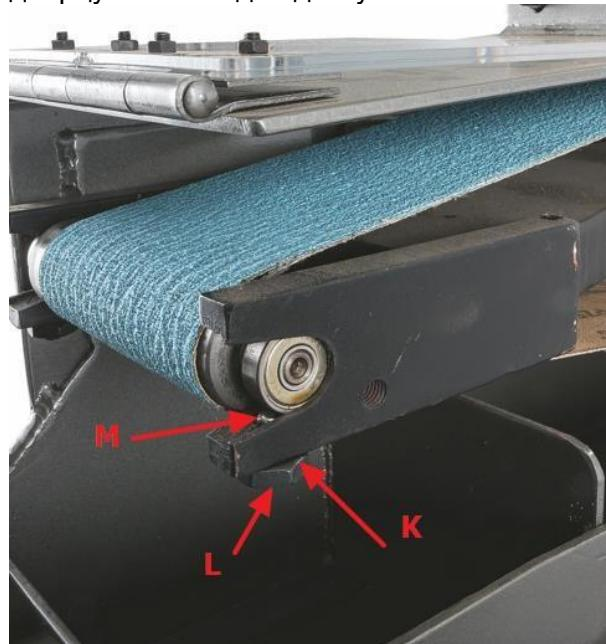

Рис.8
3. Ослабьте шестигранные гайки (K, Рис.8) и поверните установочные винты (L) чтобы опустить стальные шарики (M).
5. Поднимите шарики (M) повернув установочные винты (L), затяните шестигранные гайки (K) и натяните ленту. Дополнительные ролики могут храниться на зубчатой рейке в стойке – откройте дверцу в стойке для доступа.